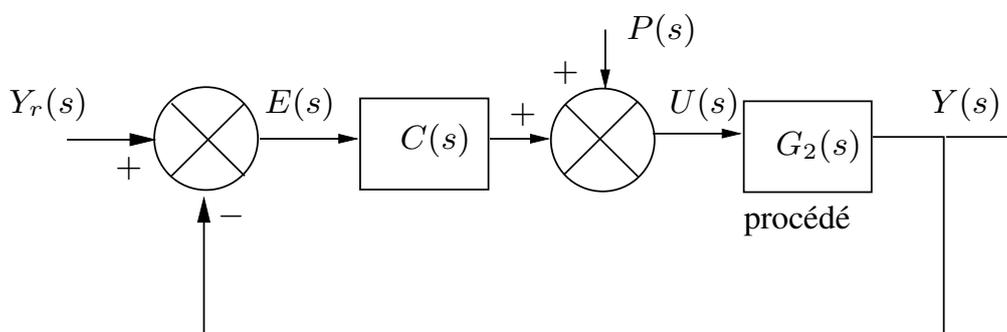

FIGURE 13 – Système en boucle fermée avec correcteur proportionnel
7. Le système subit une perturbation, résultant d'un offset sur l'entrée de commande, conformément au schéma de la figure 13. Calculer l'erreur en régime permanent introduite par cette perturbation. A quelle condition l'asservissement compense-t-il l'effet de cette perturbation ?